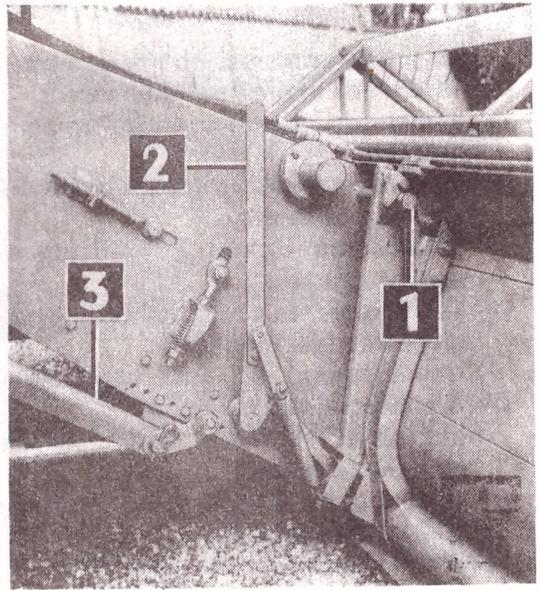

FIG. 6
- disposer la plate-forme sur un terrain plat ou sur un chariot spécial. Dans ce cas, libérer la traverse de fixation du chariot et vérifier que le levier (2, fig.6) est tiré en arrière ;
- arrêter la machine lorsque le bord supérieur du convoyeur se trouve sous l'aile de raidissement de la barre et que les axes (1, fig.6) sont en correspondance de leurs supports.
- agir sur le relevage de la plate-forme pour engager les axes (1) dans leur logement puis décoller la plate-forme du sol ou de la remorque de transport ;
- soulever jusqu'à ce qu'il soit possible de verrouiller le blocage inférieur à l'aide du levier (2, fig.6) ;
- Ne pas se glisser sous la plate-forme de coupe lorsque les arrêts de sécurité des vérins de relevage (3, fig.6) ne sont pas engagés.